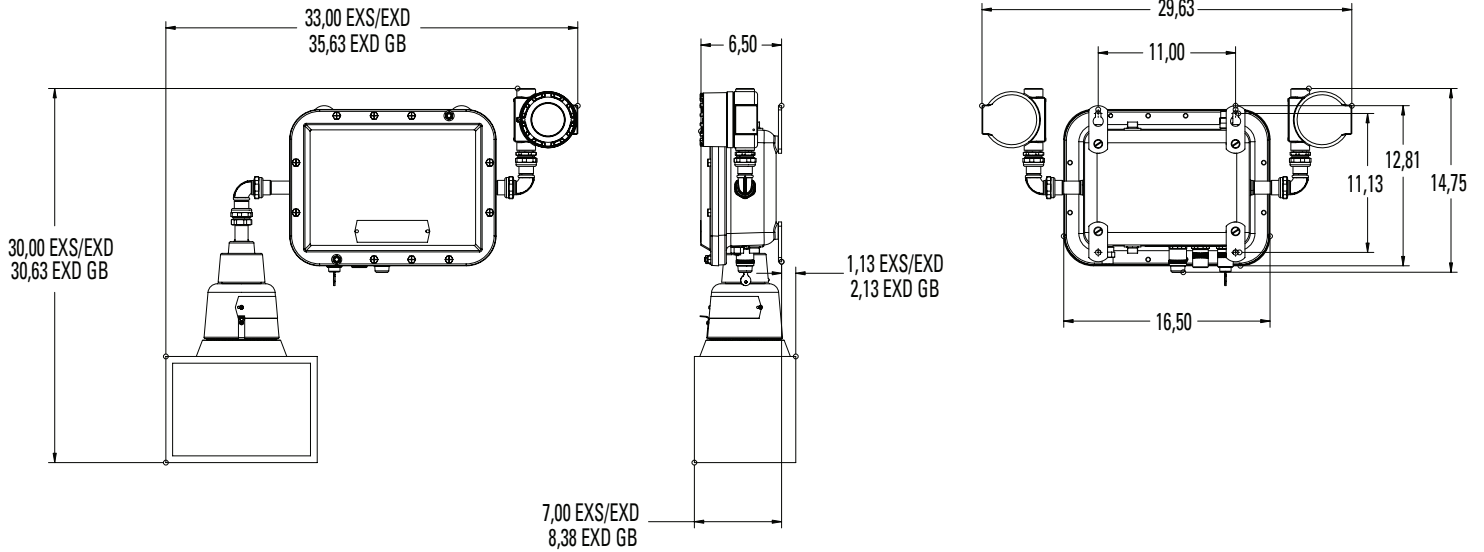

Figura 1. Dimensiones del ELPSM22 y del ELPSM22 EXS/EXD
1. Seleccione una ubicación de montaje que proporcionará resistencia y rigidez adecuadas para soportar la fuente de alimentación y el equipo de iluminación colocado. La Figura 1 muestra las dimensiones generales y las dimensiones de montaje para las cuatro (4) patas de montaje.